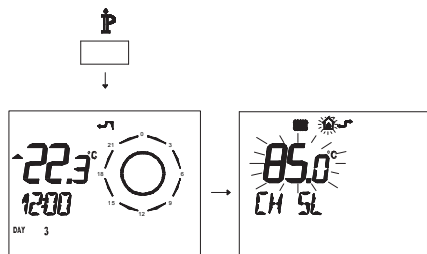

Figura 5.33
- Premere per più di 3 secondi il pulsante **P** per entrare in modalità **INFO** (Figura 5.33).